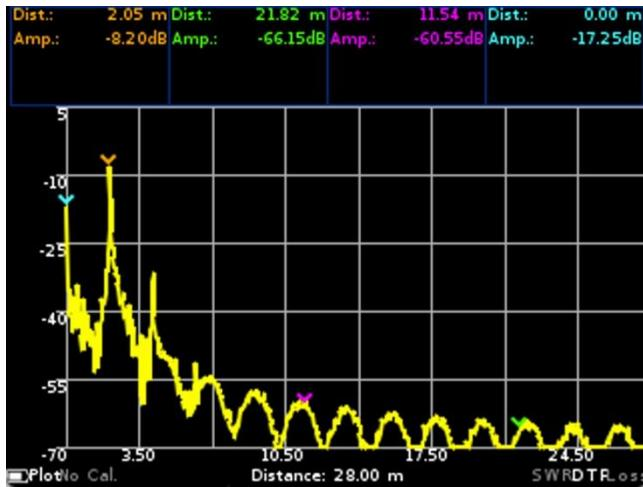

Рисунок 10.9. – График измерения расстояния до повреждения кабеля
10.7.1. **DTF** – *distance to fault* – расстояние до повреждения. Данный график (Рисунок 10.9) позволяет измерять расстояние до повреждения или неоднородности кабеля в линиях связи. Вычисляется как обратное преобразование Фурье от частотного массива коэффициентов отражения. На экране прибора график отображается как **DTF**.